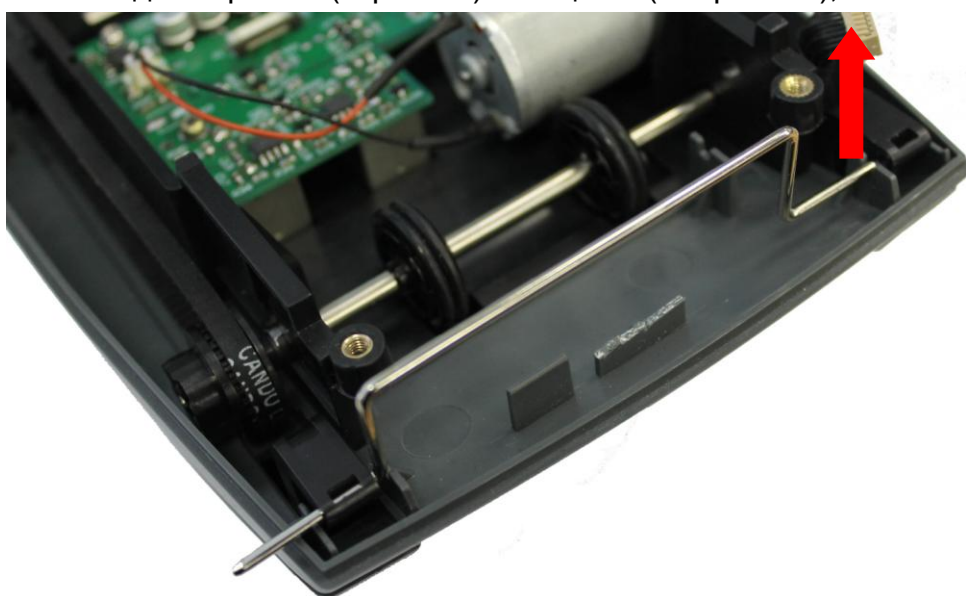

Рис. 8.7
- освободить правый (короткий) конец оси (см. рис.8.7);